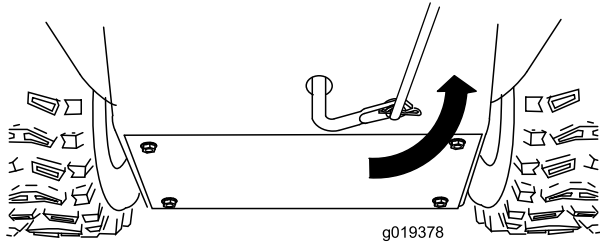

Figure 6
5. Tournez le bras de liaison inférieur complètement vers le haut (sens anti-horaire) (Figure 6).